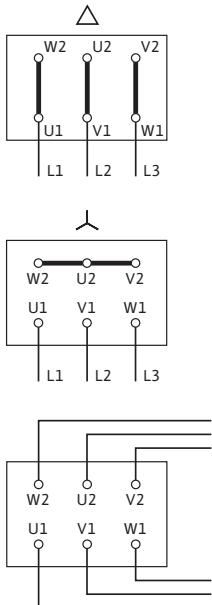

Fig. 11: Alimentarea electrică
- Schema de conectare electrică se găsește la capacul modulului cupabil la cutia de borne (v. și fig. 11).
- Valoarea tensiunii la placa de borne depinde de puterea motorului P_2 , de tensiunea de rețea și de tipul de conexiune. Comutarea necesară a punților de legătură de la modulul cuplabil la cutia de borne se regăsește în următorul tabel și în fig. 11